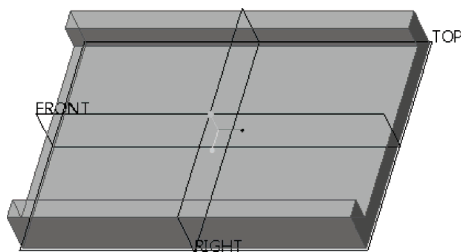

图 11-94 创建的拉伸实体特征
- 7) 在“拉伸”选项卡中单击  (完成) 按钮, 创建的第一个拉伸实体特征如图 11-94 所示。